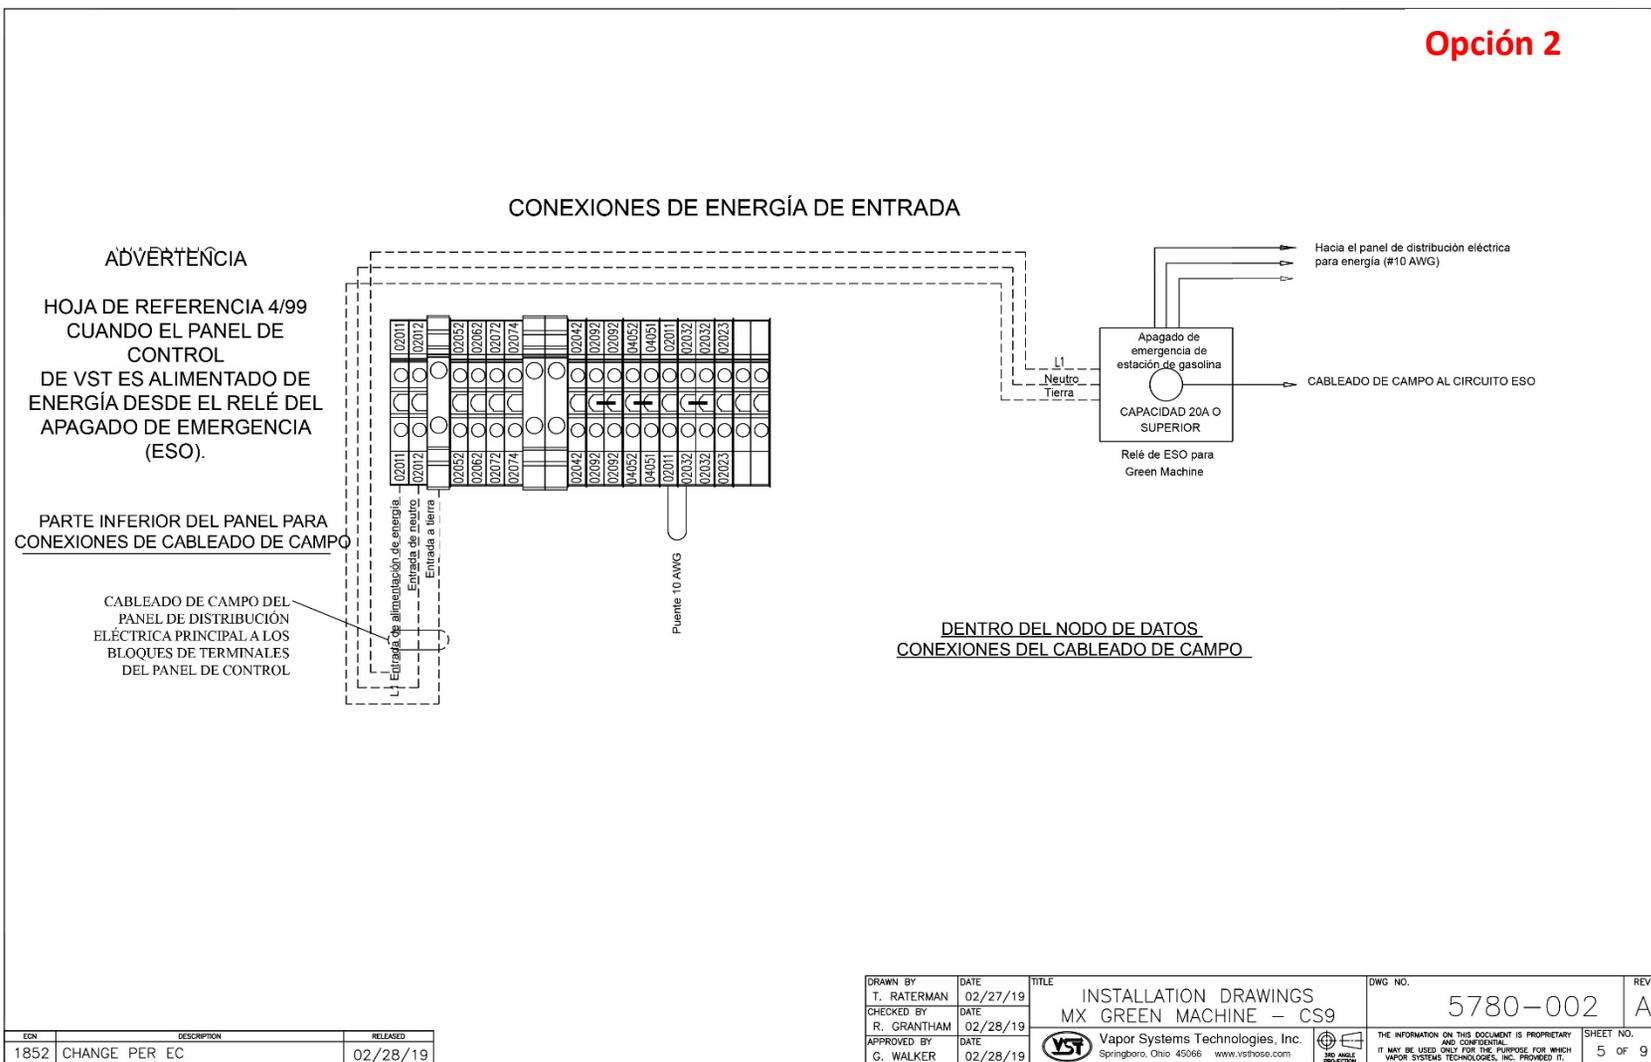

Figura 8-8: Plano de la instalación eléctrica
3.	El panel de control de VST debe recibir 115 VCA a través de un relé seco de apagado de emergencia (ESO) para que el panel de control de VST se encienda y la GREEN MACHINE funcione. Vea las Figuras 8-7 y 8-8. <ul style="list-style-type: none"><li data-bbox="427 762 1401 783">a) Verifique que el panel de control de VST esté conectado al ESO de la estación.</li><li data-bbox="427 842 1341 900">b) Verifique que el ESO no esté acoplado. Si el ESO está acoplado, la GREEN MACHINE no recibirá 115 VCA.</li><li data-bbox="427 957 1369 1016">c) Verifique que todas las conexiones de cables del panel de control de VST al ESO sean correctas y estén ajustadas.</li><li data-bbox="427 1073 1398 1203">d) Verifique que el circuito de ESO tenga una alimentación de 115 VCA del panel de control de VST por los terminales 02011 y 02032 revisando la continuidad en el puente. Vea la Figura 8-8.</li><li data-bbox="427 1293 1365 1386">e) Verifique que el relé de sobre/bajo voltaje 115 VCA esté ajustado para 118 VCA o al voltaje local. Vea la Figura 8-10.</li></ul>